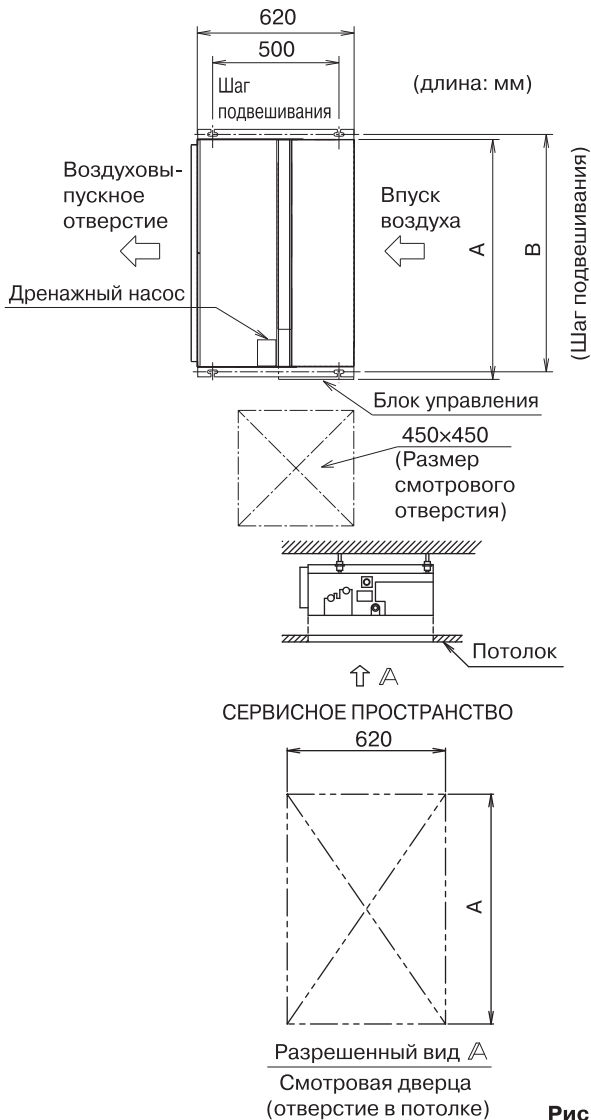

Рис. 2
### (1) Удостоверьтесь в позиционном соотношении блока и подвесных болтов. (См. рис. 2)